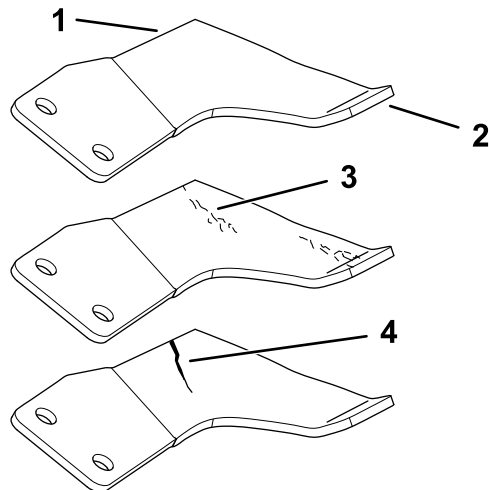

Figura 103
1. Inspectați marginile de tăiere (Figura 103).
4. Dacă observați orice crăpături, urme de uzură sau formarea unei fante în această zonă, instalați imediat o lamă nouă (Figura 103).